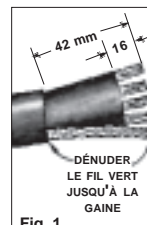

Fig. 1
- Dénuder le cordon de sa gaine et les conducteurs de leur isolant tel qu'illustré à la figure 1 à droite. Remarquer la différence entre le conducteur vert et les autres conducteurs. **NE PAS ÉTAMER LES CONDUCTEURS.**